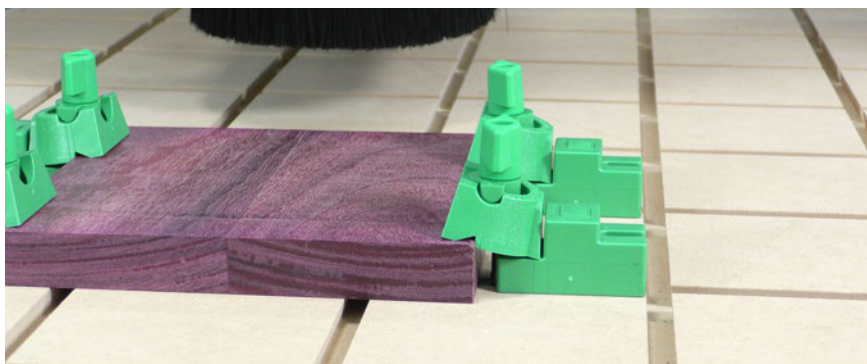

Fig 8c - U-Pad medium
- 8.5.** Für Teile die größer als 1/2 Zoll (13 mm), aber kleiner als 7/8 Zoll (22 mm) sind, ist der Steigblock 4C zu verwenden. Die mit 4C markierte kurze Seite unter den unteren Absatz von Block 4A setzen und durch Drehen der Flügelmutter Druck ausüben. (Fig 8c)